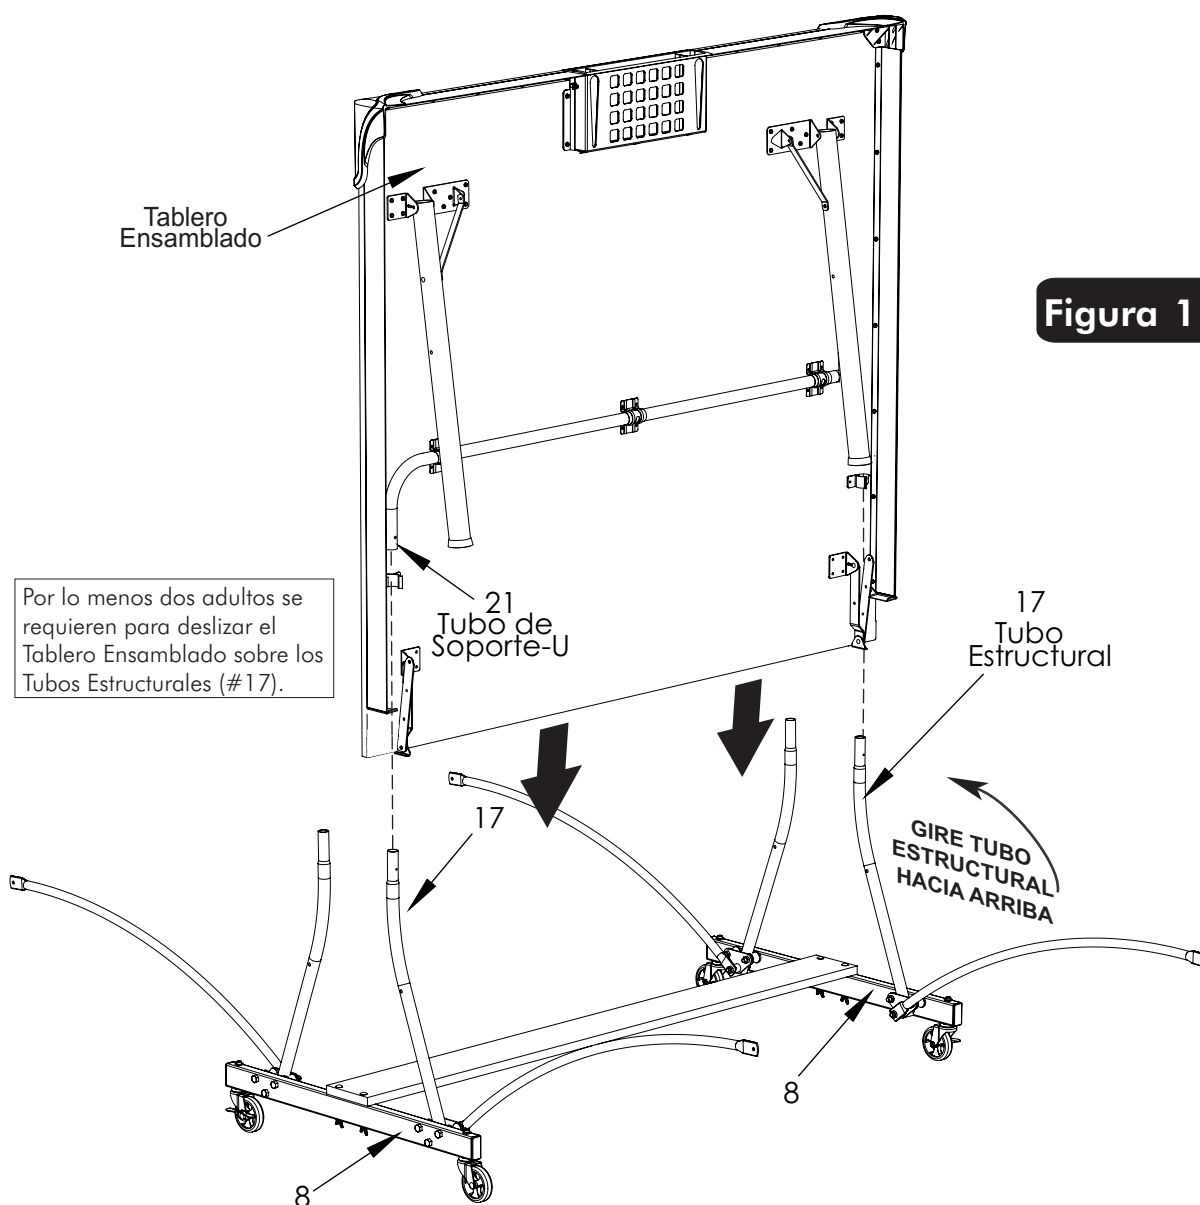

Figura 11
19. Una el Tablero Ensamblado a la base (que se ensambla en los pasos 1-4), como lo muestra en la **Figura 11**. Mueva los Tubos Estructurales (#17) hacia arriba como esta mostrado; después con por lo menos un adulto en cada lado de la mesa, levante y alinee las orillas del Tubo de Soporte-U (#21) e insertelos en las puntas de los Tubos Estructurales (#17) en los Carriles con Llantas (#8) como están mostrados en la **Figura 11**. Junte los tubos.